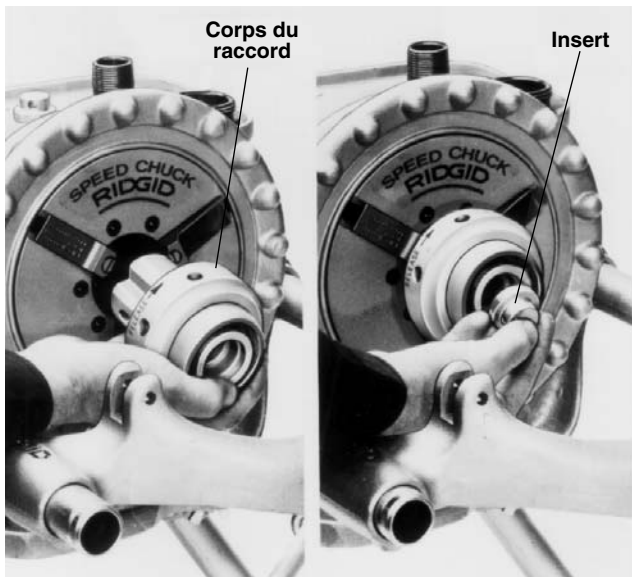

Figure 23 – Installation du corps du raccord et de l'insert
3. Placez le corps du raccord (Figure 23) dans le mandrin du système d'entraînement en accrochant les rainures des mors. Serrez le mandrin en tournant le volant par à coups à plusieurs reprises.
4. Positionnez l'insert (Figure 23) avec sa petite extrémité vers le mandrin pour les tuyaux de 1/8 à 3/4 po, et avec sa grande extrémité vers le mandrin pour les tuyaux de 1 po; aucun insert n'est nécessaire pour les tuyaux de 1 1/4 po et plus.